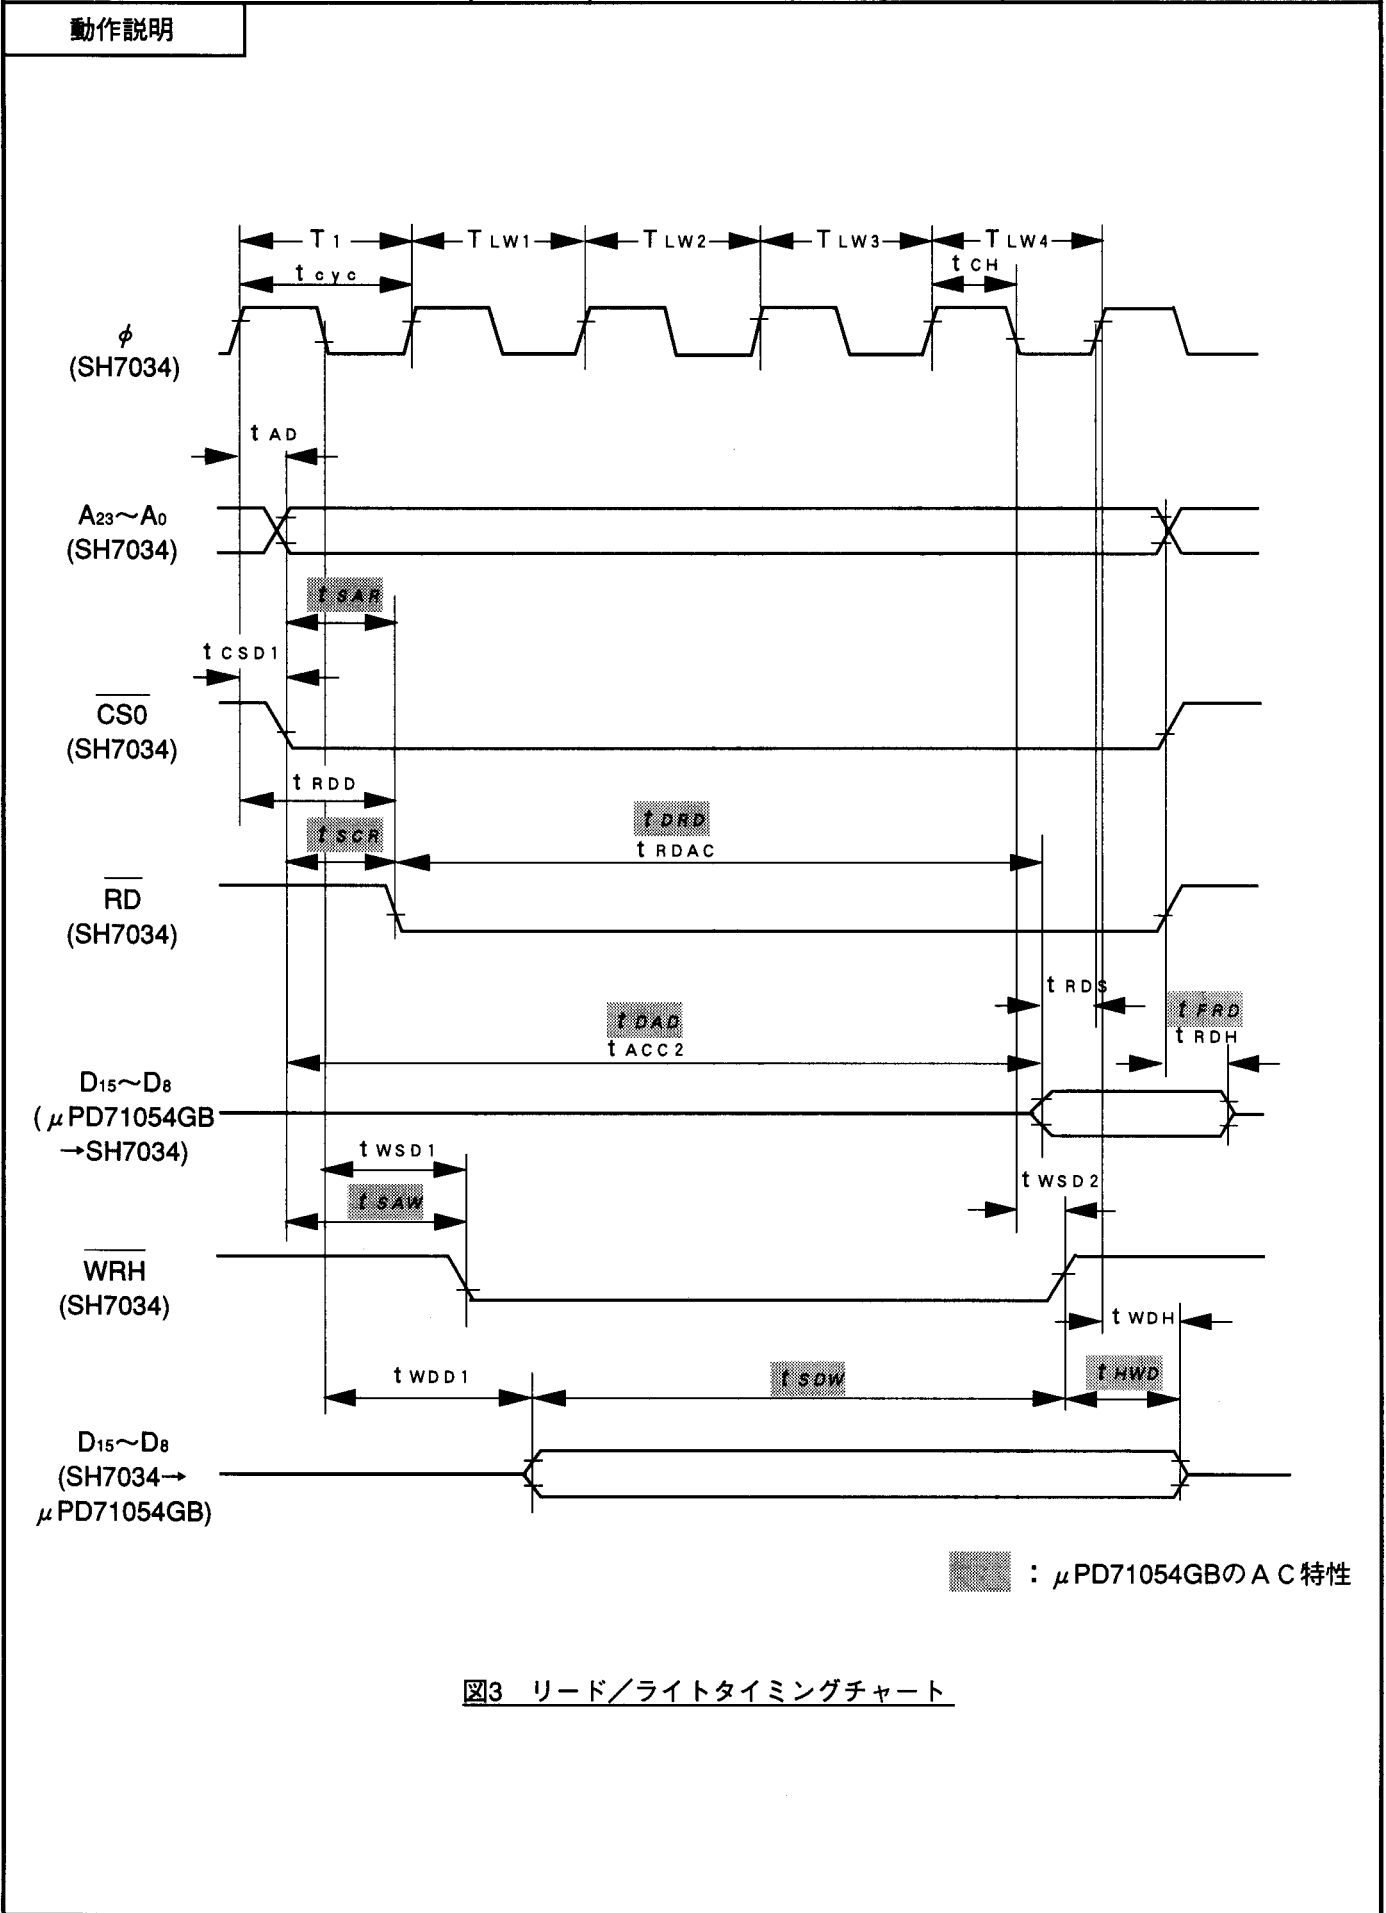

図3 リード/ライトタイミングチャート
<p>(1) データのリード/ライト</p> <p>図3にデータのリード/ライトタイミングチャートを示します。SH7034とμPD71054GBを直接接続する場合、SH7034の<math>t_{ACC2}</math> (リードデータアクセス時間)、<math>t_{RDH}</math> (リードデータホールド時間) およびμPD71054GBの<math>t_{SDW}</math> (入力データセットアップ時間)、<math>t_{HWD}</math> (入力データホールド時間)、<math>t_{SAR}</math> (リード時のアドレスセットアップ時間)、<math>t_{SAW}</math> (ライト時のアドレスセットアップ時間) が満足されているかを確認します。図3から各タイミングは以下ようになります。</p> <p>(a) SH7034の<math>t_{ACC2}</math>および<math>t_{RDH}</math></p> $t_{ACC2} = t_{DAD(max)} = 185 ns \leq 220 ns \text{ (SH7034 } t_{ACC2})$ $t_{RDH} = t_{FRD(min)} = 10 ns \geq 0 ns \text{ (SH7034 } t_{RDH})$ <p>(b) μPD71054GBの<math>t_{SDW}</math>および<math>t_{HWD}</math></p> $t_{SDW} = t_{CL(min)} + T_{LW1} + T_{LW2} + T_{LW3} + t_{CH(min)} + t_{WSD2(min)} - t_{WDD1(max)} = 20 + 50 + 50 + 50 + 20 + 0 - 35 = 155 ns \geq 95 ns \text{ (μPD71054GB } t_{SDW})$ $t_{HWD} = t_{CL(min)} + t_{WDH(min)} - t_{WSD2(max)} = 20 + 0 - 20 = 0 ns \geq 0 ns \text{ (μPD71054GB } t_{HWD})$ <p>(c) μPD71054GBの<math>t_{SAR}</math>および<math>t_{SAW}</math></p> $t_{SAR} = t_{RDD(min)} - t_{AD(max)} = 0 - 20 = -20 ns \geq 20 ns \text{ (μPD71054GB } t_{SAR})$ $t_{SAW} = t_{CH(min)} + t_{WSD1(min)} - t_{AD1(max)} = 20 + 0 - 20 = 0 ns \geq 0 ns \text{ (μPD71054GB } t_{SAW})$